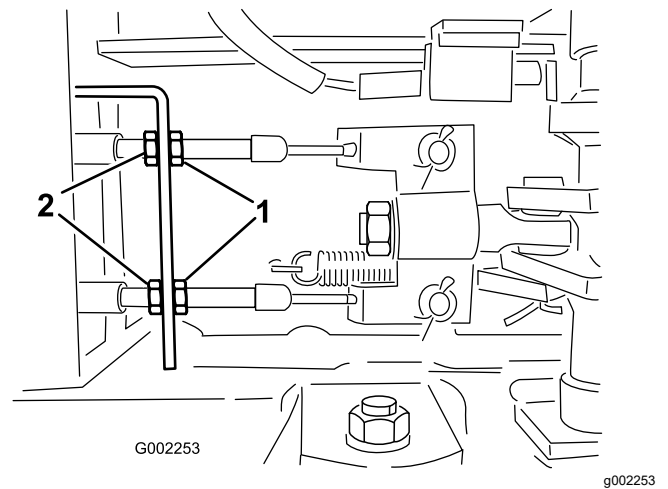

Figure 100
5. Desserrez les écrous de blocage avant sur les câbles de frein, sous l'extrémité avant du pulvérisateur (Figure 100).
6. Serrez les écrous de blocage arrière uniformément jusqu'à ce que la pédale s'enfonce de 1 à 2 cm avant que vous sentiez une résistance (Figure 100).